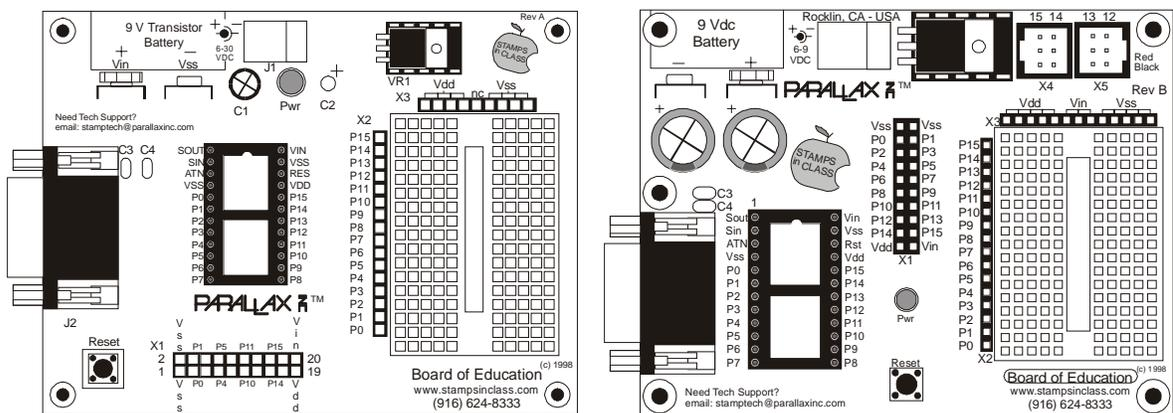

Figura 1.3: (a) BOE Rev A
La abreviatura de Board of Education (Plaqueta de Educación) es BOE. Como hacemos un robot con la "Boe" lo llamamos Boe-Bot. La Figura 1.3 muestra (a) la BOE Rev A y (b) la BOE Rev B. Este capítulo cubre los pasos necesarios para armar y hacer funcionar al Boe-Bot usando la BOE Rev B. Si tiene una Rev A, el proceso es muy parecido. La Rev A no tiene puertos específicos para conectar los servos. El Apéndice D le mostrará como realizar los puertos para los servos, como un paso previo, para poder usarlos.
- Controle en este momento que tipo de BOE tiene, Rev A o Rev B. Use las imágenes de la Figura 1.3 o busque una etiqueta que diga "Rev A" o "Rev B" cerca de la esquina superior derecha de su BOE.